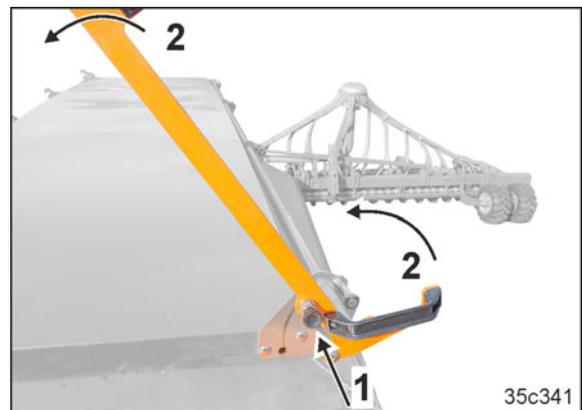

Fig. 253
3. Faire pivoter le levier vers le haut. Veiller à ce que les axes à ressort s'enclenchent (Fig. 253/1).
Les deux poignées (Fig. 253/2) servent à ouvrir le couvercle de la trémie.
Les poignées (Fig. 253/2) servent à fermer le couvercle de la trémie.